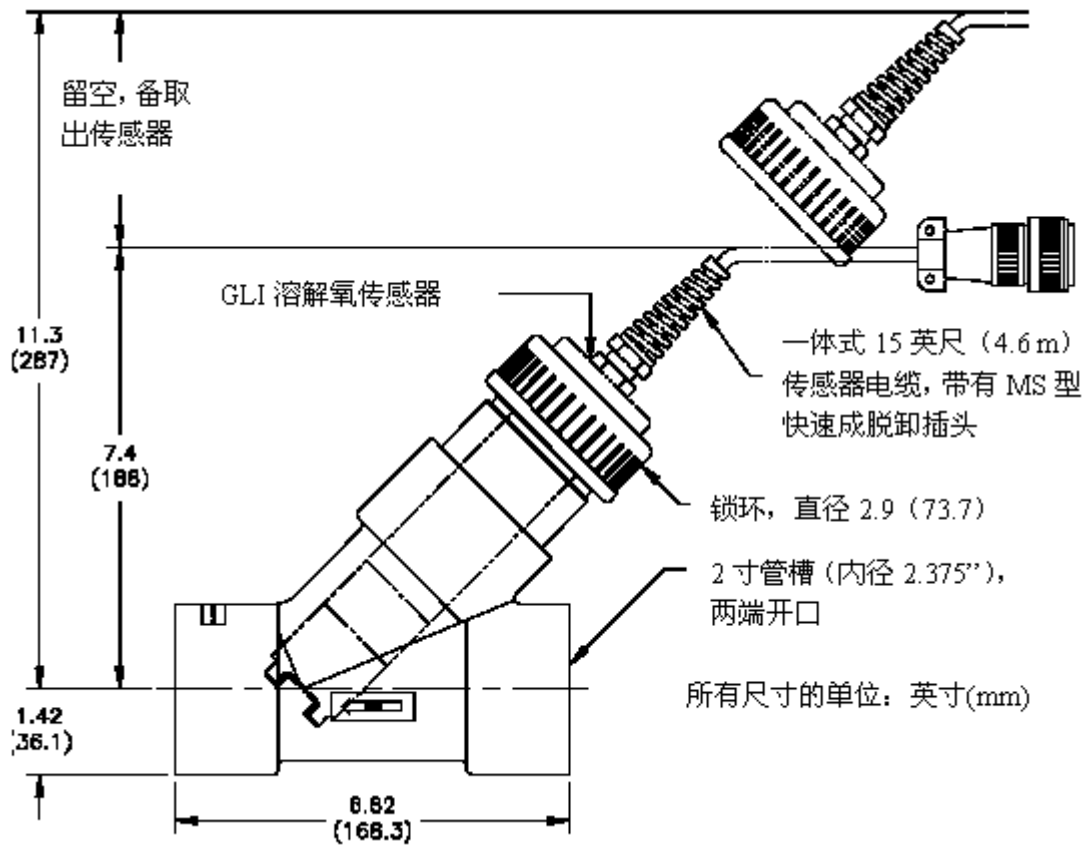

图 2-5 传感器安装——流通池联合安装软件 (用于 5500 型系列传感器)
1. 参见图 2-5, 注意三通接头的标签上的流向, 将专门的 2 英寸“Y”型三通安装到流程中去。